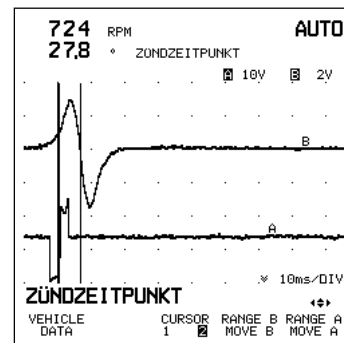

Bild 72, Ergebnisanzeige einer Zündzeitpunkt-Messung
5. Cursor 2 an die in Bild 72 dargestellten Stellen bewegen.